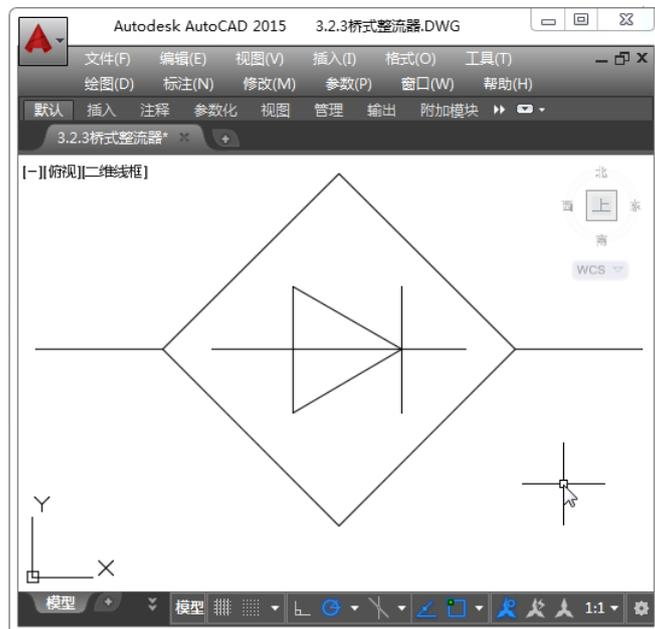

图 3-42 绘制线段
Step13: 以矩形左右两个端点为起点, 执行【直线】命令, 分别向左、向右各绘制长度为 10 的线段, 如图 3-42 所示。